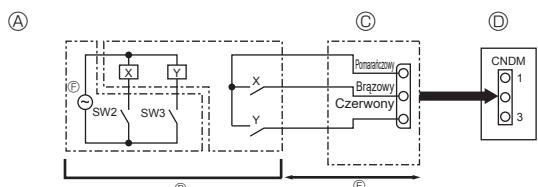

Fig. 8-2
8.2. Funkcja zapotrzebowania (modyfikacja wykonana w miejscu przeznaczenia) (Fig. 8-2)